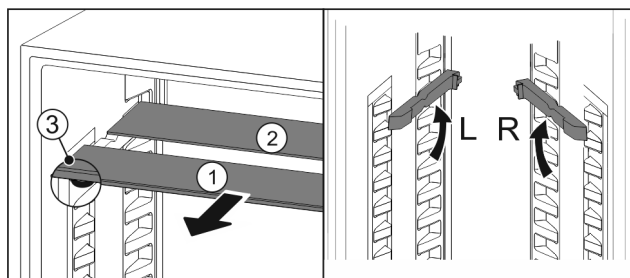

Fig. 87
- Издърпайте Fig. 87 (1) поотделно стъклените плочи напред.
- Стъклената плоча Fig. 87 (1) с декоративната лайсна е отпред.
- Ограничителите Fig. 87 (3) сочат надолу. Уреди с фризерно отделение.*